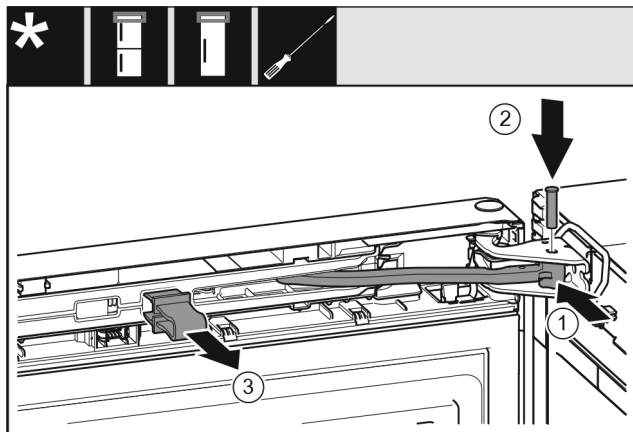

Fig. 50
- Käännä nivel laakeripukkiin. Fig. 50 (1)
- Aseta pultti laakeripukkiin ja niveleen. Varmista tällöin, että lukitusnokka on urassa oikein. Fig. 50 (2)
- Poista varmistin. Fig. 50 (3)